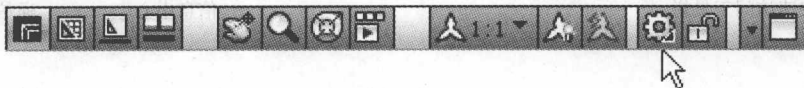
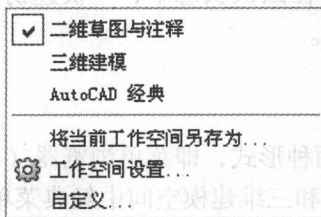

图 1-6 切换工作空间在状态栏中的位置
图 1-7 状态栏切换工作空间控制菜单
- 状态栏：单击状态栏右侧的“切换工作空间”图标  (图 1-6 箭头指示位置)，将打开控制菜单 (图 1-7)，使图标变暗为关闭。